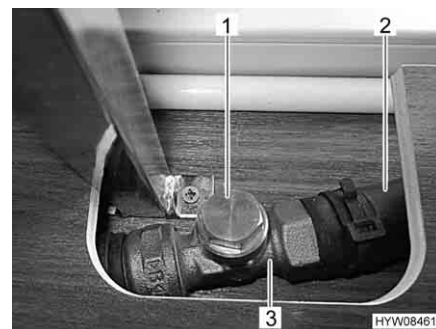

Fig. 109 Valvola aperta
- Afferrare la tubatura di bypass (Fig. 109,2) dietro la valvola (Fig. 109,3). Il tubo flessibile deve essere tiepido.
- Se il tubo flessibile non è tiepido, controllare la regolazione della valvola. Se la valvola è chiusa, ruotare il coperchio della valvola (Fig. 109,1) in senso antiorario.